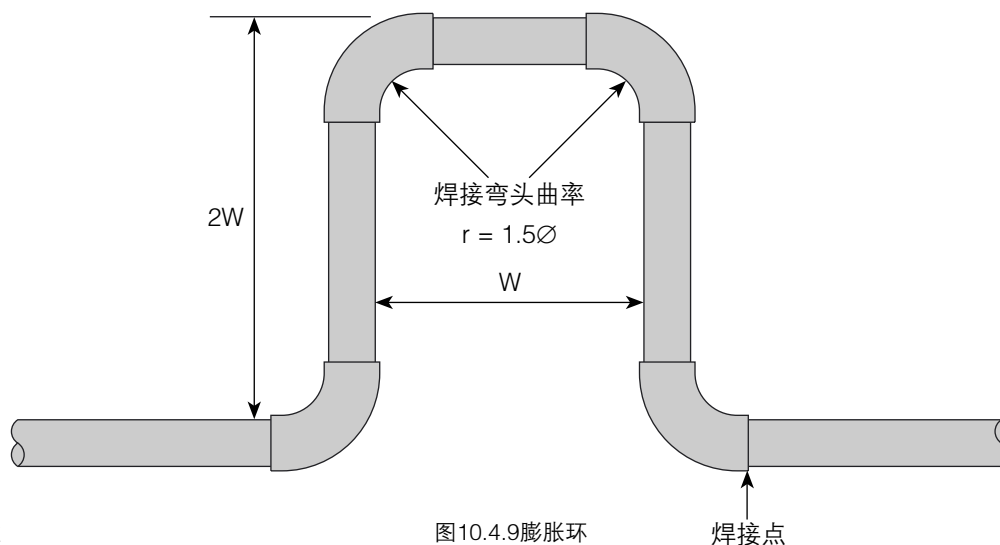
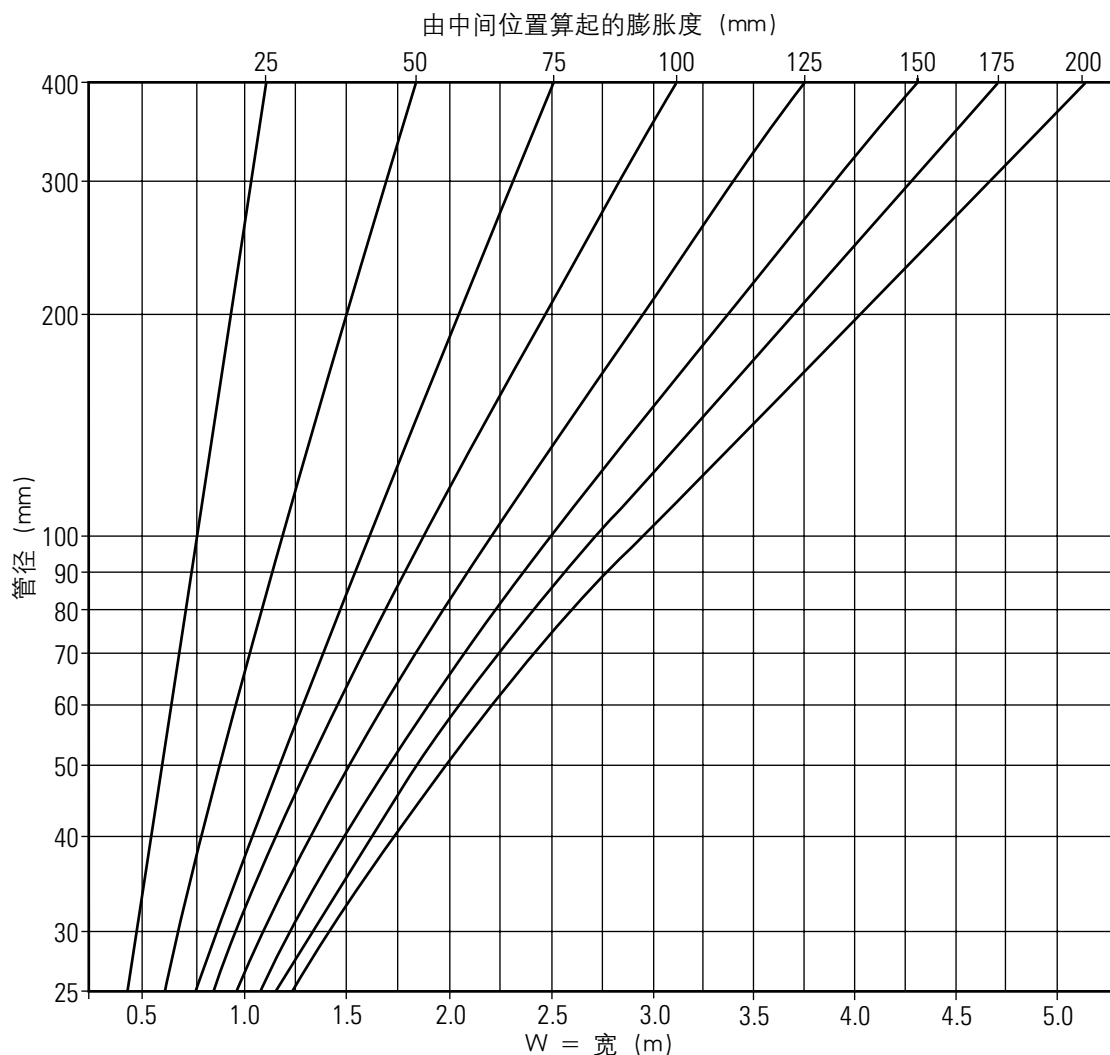

图10.4.9 膨胀环
图10.4.10 碳钢管道膨胀环的容量
膨胀环可由一段长度的直管道和焊接弯管制成（见图10.4.9）。图10.4.10显示这样装置可吸收的管道膨胀长度。
由图10.4.9可以看出，膨胀环的深度是宽度的两倍，而宽度在已知膨胀环任一侧的膨胀长度时可由图10.4.10确定。
4. A 150 mm steam pipe is to incorporate a fabricated expansion loop to take up 125 mm of expansion. Using Figures 10.4.9 and 10.4.10, what should be the width and length of the loop?